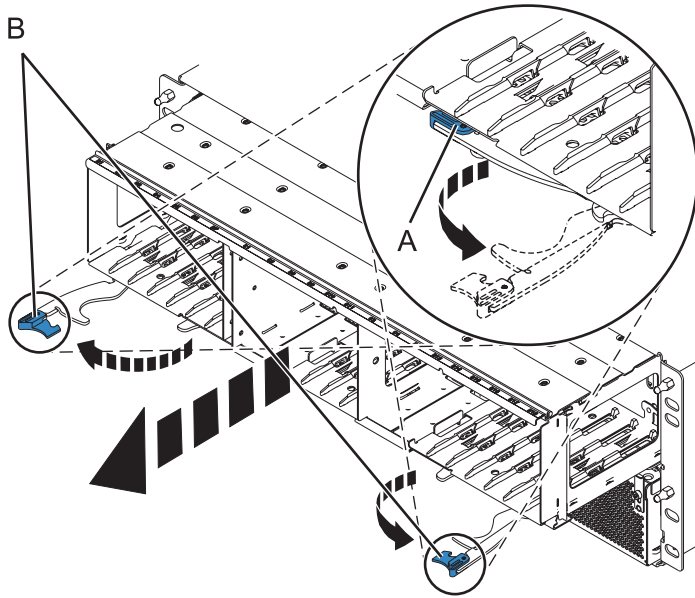

Figure 76. Retrait du fond de panier du boîtier
6. Retirez le fond de panier, comme illustré dans la figure 76, à la page 83.